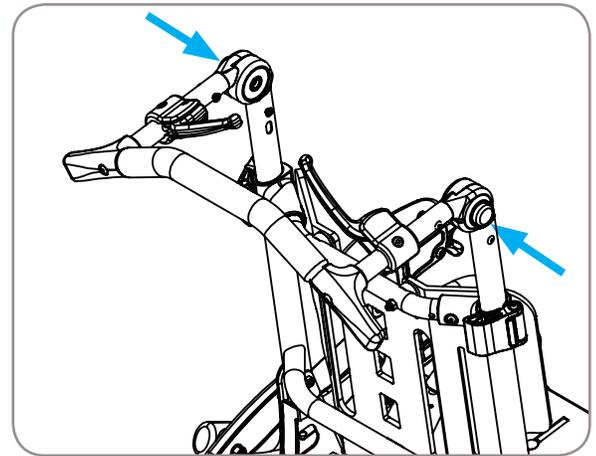

Figure 6
1. Appuyez et maintenez les boutons à l'extérieur de chaque cliquet de réglage, consultez la figure 6.